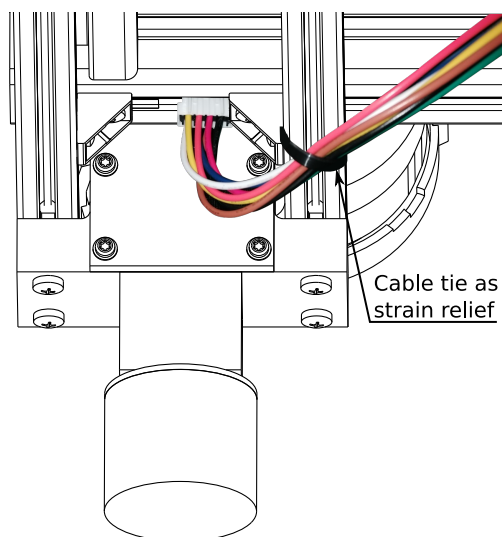

図 36: 結束バンドでコネクタ付近のケーブルをしっかり固定します。ケーブルが所定の位置にロックされ、コネクタの摩耗や損耗が軽減されます。
各ケーブルをコネクタの近くで堅固な固定点に取り付けることが絶対に重要です。 良い例として、アルミプロファイルに結束バンドで巻き付けて固定します。下の 図 36 を参照してください。
- Molex ケーブルがアクチュエータに接続される箇所（図 36 参照）